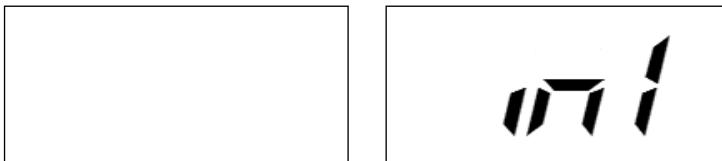

Figura F6.3 Posição do bloco de equilíbrio de entrada W1
- 3) Se houver um desequilíbrio no exterior, a máquina exibirá a mensagem mostrada na Figura F6.3.